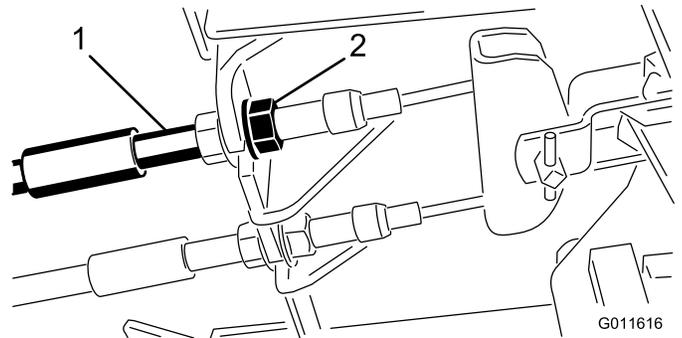

Figura 75
1. Para reducir la holgura de los pedales de freno, apriete los frenos aflojando la tuerca delantera del extremo roscado del cable de freno (Figura 75).